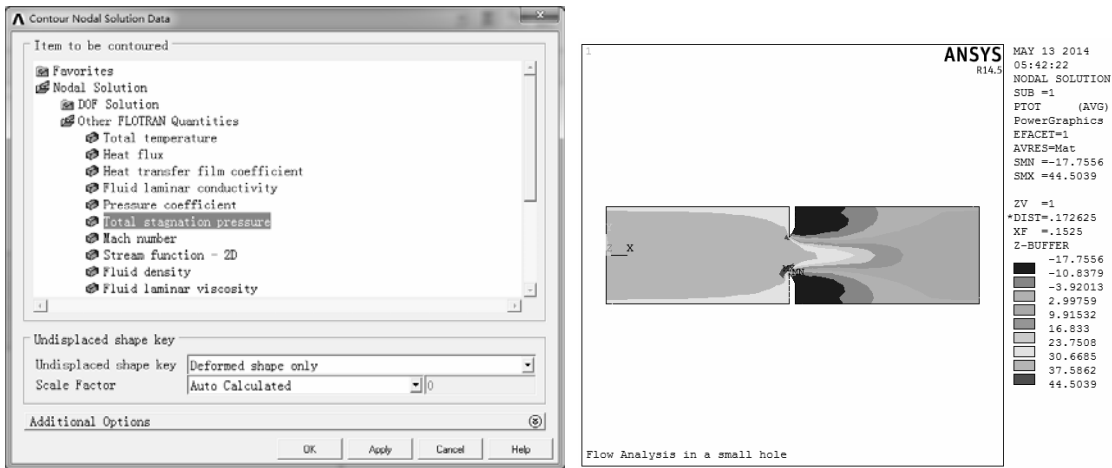

图 10-39 流场总压分布图
3) 绘制总压力（动压和静压）分布图。选择 “Main Menu>General PostProc>Plot Results>Contour Plot>Nodal Solution” 命令，弹出 “Contour Nodal Solution Data” 对话框，选择 “Nodal Solution>Other FLOTRAN Quantities>Total stagnation pressure” 选项，单击 “OK” 按钮绘制流场总压分布图，如图 10-39 所示。